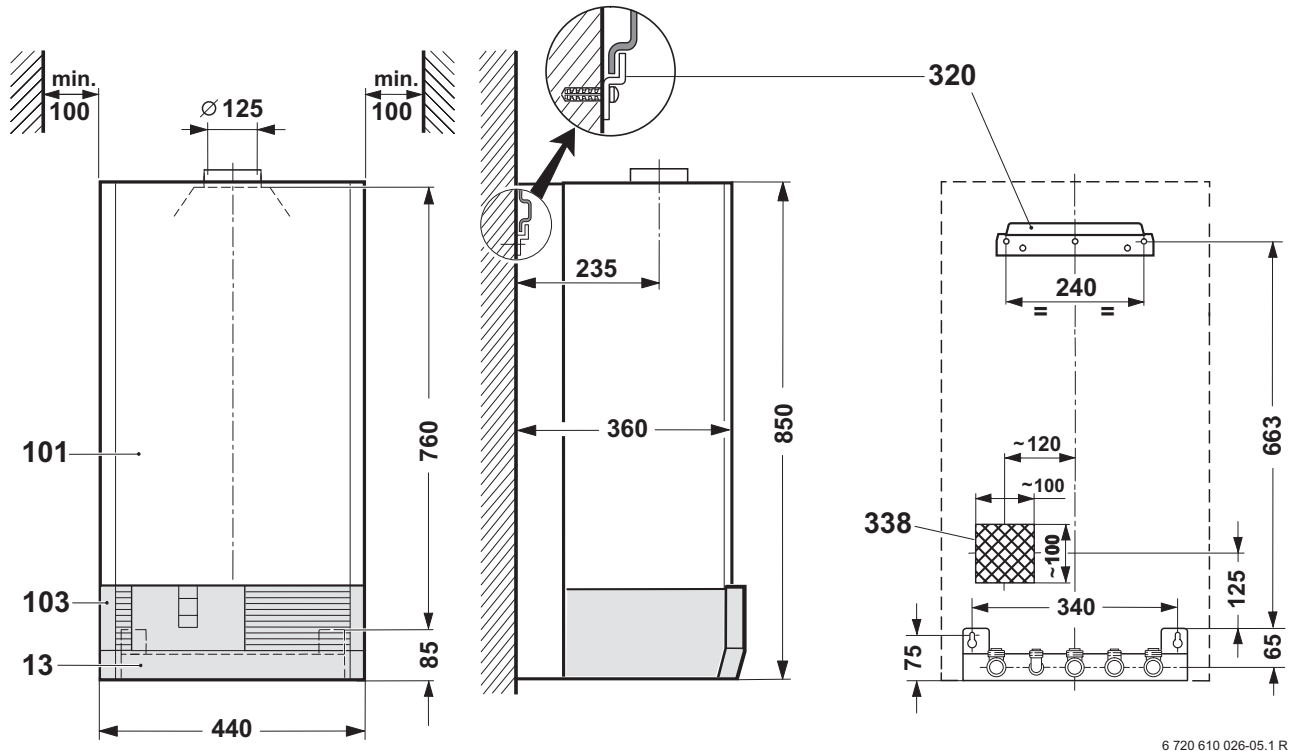

Figura 5
Los tornillos con accesorios están en el embalaje del aparato. La posición de los taladros se puede ver en la figura 5.
- Quitar el tornillo abajo a la izquierda ①, empujar ambas palancas hacia atrás ②, girar la carcasa hacia adelante, y quitarla hacia arriba ③.
- Montar la pletina de colgar según la figura 5.
La posición de la conexión de cables para red y regulador se ve de la figura 5.